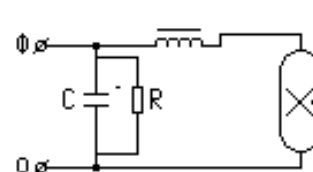
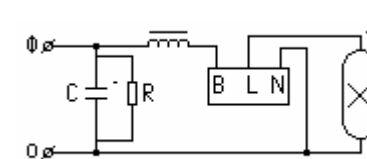

Рисунок 3. Схема подключения к сети светильников РКУ16
Рисунок 4. Схема подключения к сети светильников ЖКУ/ГКУ16
5.4 Присоединить провода сети к клеммной колодке согласно схеме включения (рисунок 3 и рисунок 4), заземляющий провод - к клемме заземления в клеммной колодке. Провода закрепить в зажиме для проводов.